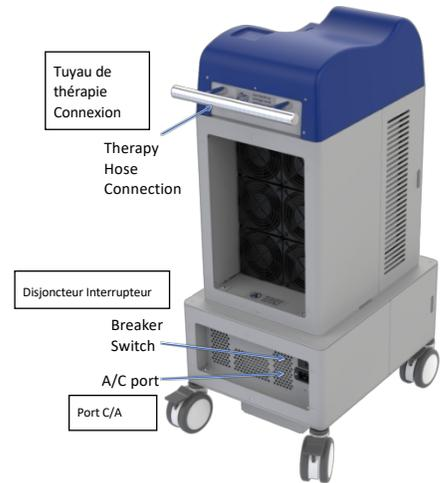

Figure 6. DigniCap Delta - Retour
4. Brancher le câble d'alimentation principale au port C/A situé à l'arrière de l'appareil et à une prise de courant (Figure 6).